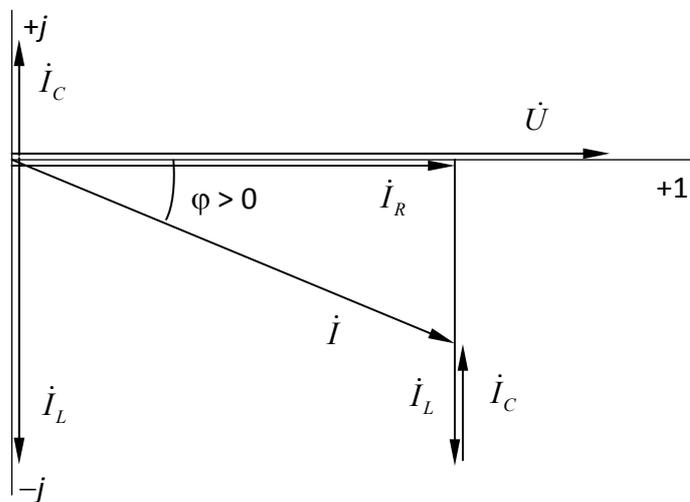

Рис. 5.2. Векторная диаграмма цепи с параллельным соединением  $R, L$  и  $C$
Анализ приведенных выше математических выражений показывает, что слагаемые  $i_R, i_L, i_C$  общего тока в цепи  $i$  (5.1) представляют собой синусоиды. Следовательно, ток всей цепи  $I$  также будет изменяться по синусоидальному закону. Это позволяет использовать способ изображения синусоидальной функции вращающимся вектором, тем самым значительно упрощая процесс сложения синусоидальных функций (см. лабораторную работу № 4). Используя эту теорию, можно определить вектор общего тока в виде геометрической суммы векторов слагаемых токов на резисторе  $R$ , катушке индуктивности  $L$  и емкости  $C$ , построенных на комплексной плоскости. Это построение показано на рис. 5.2 для векторов, равных по величине действующим значениям токов.
построенных на комплексной плоскости. Это построение показано на рис. 5.2 для векторов, равных по величине действующим значениям токов.
**1. Активно-индуктивный характер нагрузки** имеет место при  $X_L < X_C$  или при  $B_L > B_C$ , т. е. реактивная проводимость  $B_p = B_L - B_C$  является индуктивной. В этом случае  $\dot{I}_L > \dot{I}_C$ , вектор общего тока  $\dot{I}$  отстает по фазе от вектора входного напряжения цепи  $\dot{U}$ , угол  $\varphi$  имеет положительное значение, а реактивная составляющая тока  $\dot{I}_p = \dot{I}_C - \dot{I}_L$  имеет индуктивный характер (рис. 5.2).